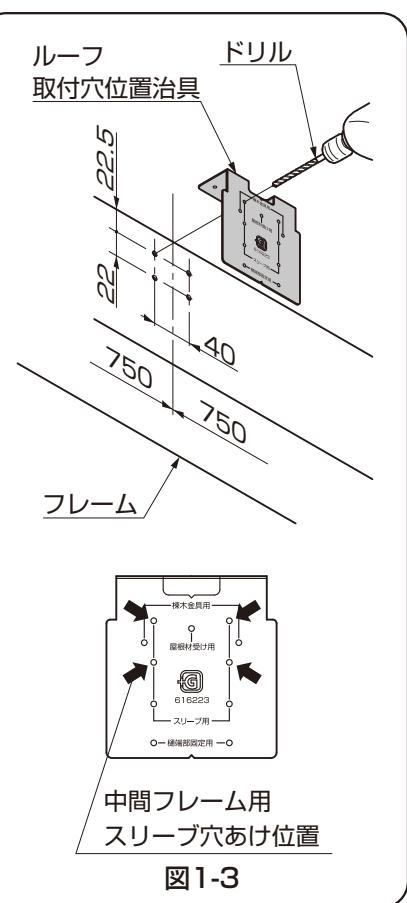

図1-3
①雨樋を取付けない側のフレームにルーフ取付穴位置治具をあて、ケガキ、ドリルでφ4.5の穴を開けてください。(図1-3参照)